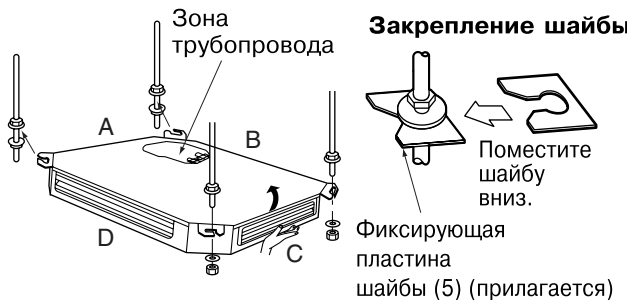

Рис. 17
- Для предотвращения выпадения шайб пользуйтесь фиксаторными пластинами шайб (5). Снимите блок с подвесных кронштейнов на стороне А и установите нижние шайбы и гайки на подвесные болты на данной стороне. (См. Рис. 17)